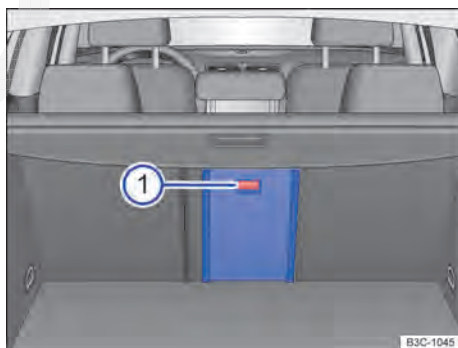

Fig. 116 No compartimento de bagagem: alavanca de destravamento com a marcação .
- Rebater a tampa do dispositivo para transporte de objetos longos para trás, até que ela se encaixe. A marcação vermelha no lado do compartimento de bagagem ⇒ Fig. 116 ① não pode estar visível.